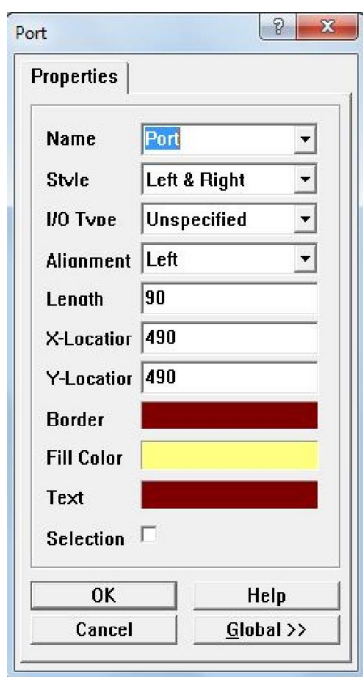

图 4.36 Port 属性对话框
(1) 执行放置电路 I/O 端口命令，有三种方法：
① 执行菜单命令 Place/Port。
② 按下 **P** 键，松开后按下 **R** 键。
③ 用鼠标左键单击 Wiring 工具栏中的  按钮。
(2) 此时光标将变成“十”字状，并且“十”字光标将带着一个 I/O 端口在工作区内移动。
(3) 在合适的位置单击鼠标左键确定 I/O 端口的起始位置，再次单击鼠标左键，确定 I/O 端口的终止位置，工作平面上出现一个 I/O 端口。
(4) 双击此 I/O 端口，弹出 Port 属性对话框，用于设置 I/O 端口的属性，如图 4.36 所示。